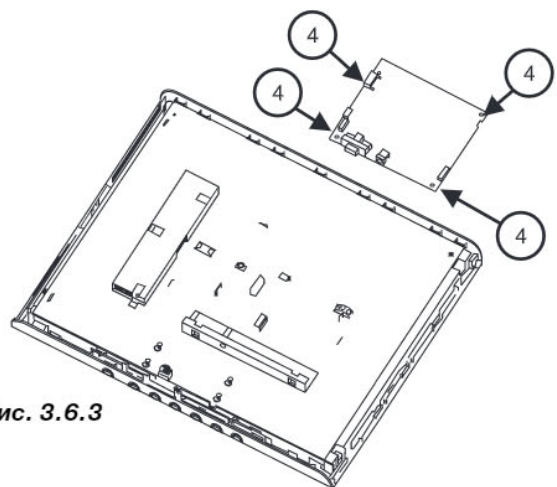

Рис. 3.6.3
- выкручивают четыре винта 4 (рис. 3.6.3), отстыковывают от главной платы все разъемы и снимают плату;